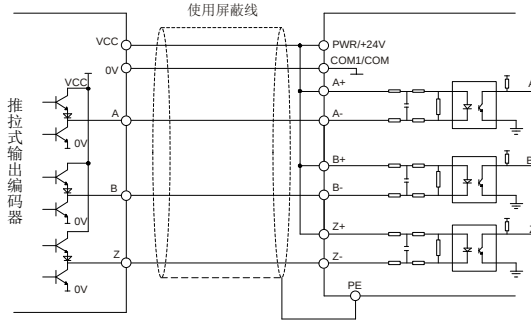

图 7-1 推拉式输出方式接线 1
- 1、若“输出电流”中的“流入电流”大于 25mA，“流出电流”小于 25mA，请采用图 7-1；